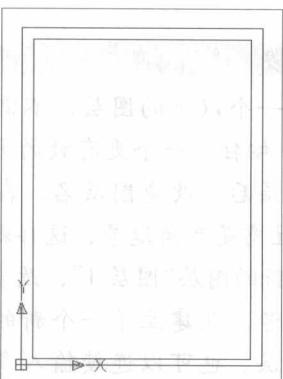

图 2-4 绘制图幅内边框
Step 05 再次启动“矩形”命令，绘制 A4 图幅的内边框，如图 2-4 所示。命令行提示及操作内容如下：